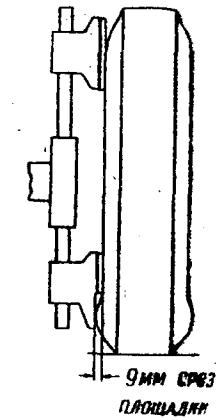

Рис. 61. Приспособление для регулировки раз渲ала колес при шинах 175—15".
**Примечание:** при регулировке на стенде угла раз渲ала колес автомобиля, укомплектованного шинами 175—15", нижняя лапка приспособления должна иметь срез площадки размером 9 мм (рис. 61). При наличии стандартного среза 4—5 мм и показаниям стендса необходимо добавлять поправку +0°30', иными словами, при показании на шкале прибора минус 30' фактический раз渲ал будет равен 0°. При регулировке наклона шкворня вперед или назад автомобиль следует устанавливать на стенд с точностью не менее 5 мм между центрами колес и центрами поворотных головок.